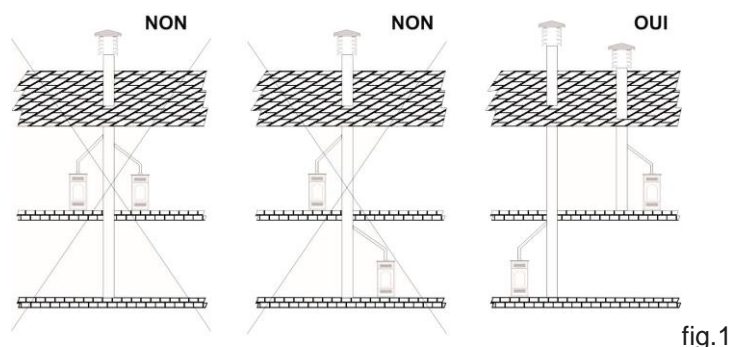

fig.1
- il ne devra être connecté à aucune autre cheminée, poêle, chaudière ou hotte aspirante de tout type (fig. 1) ;